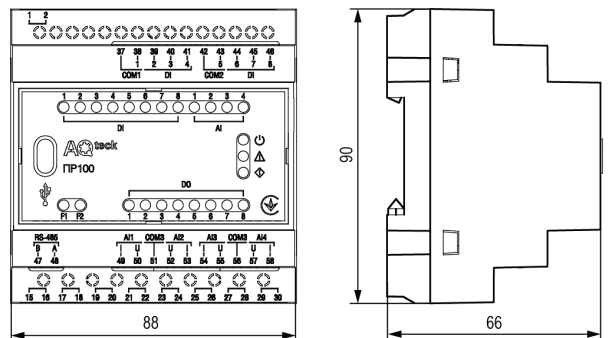

Рисунок 2 – Габаритні розміри
1. Підготувати на DIN-рейці місце для встановлення пристрою з урахуванням розмірів корпусу (див. *рисунок 2*).